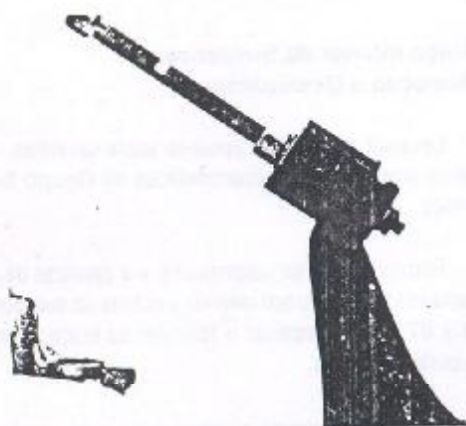

Figura 4.07.3 - Remoção das buchas do braço inferior.
5. Caso haja necessidade, remover as buchas do braço inferior da suspensão, utilizando-se da ferramenta G.4.07.02A (Figura 4.07.3).